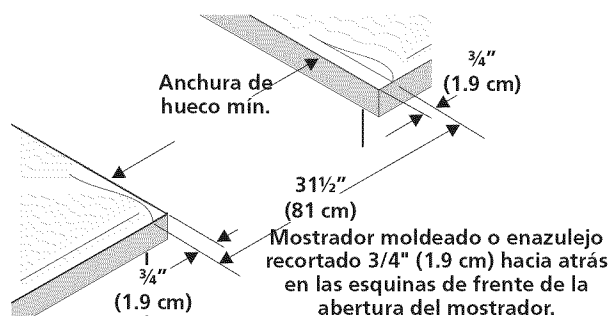

Figura 1
- **El reborde de frente de mostradores moldeados** deben tener bordes moldeados a  $\frac{3}{4}$ " (1.9cm) a partir de cada extremidad de la apertura (Figura 1).
- **Los mostradores enazulejos** deberán necesitar un recorte de  $\frac{3}{4}$ " (1.9 cm) a partir de cada extremidad y/o un borde redondeado aplanado (Figura 1).